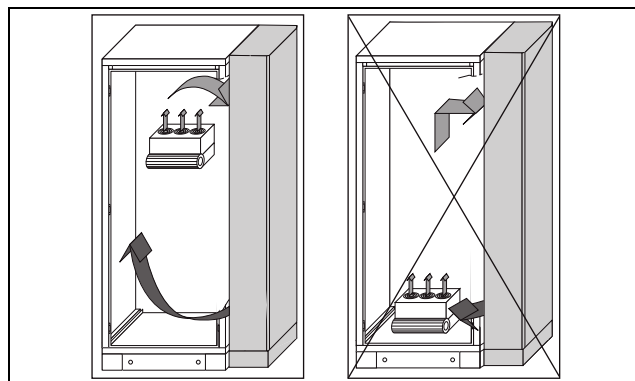

Рис. 3: Не направлять поток холодного воздуха на активные компоненты
- Особо следует обратить внимание на воздушный поток собственных вентиляторов в оборудовании (рис. 3).